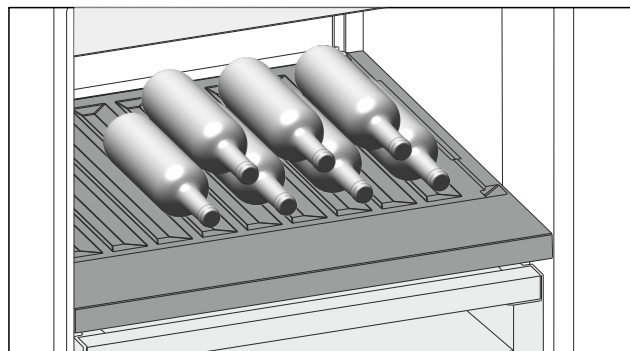

Fig. 97
- ▶ Поставяйте бутилките с дъното назад към задната стена. (виж Fig. 97)